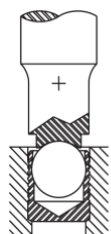

FIG. 2
Pressare la sfera nel fodero in modo che la parte superiore di essa risulti leggermente sotto il livello superiore del fodero (Vedi Fig. 2 e 3). I valori approssimativi di corsa S e X sono elencati nella tabella di seguito riportata.
- Inserire il tappo nel foro, assicurarsi che il nasello dell'utensile sia premuto contro il particolare e perpendicolare (FIG.2)
- Inserire il mandrino filettato dell'utensile nel tappo ed avvitarlo nel perno interno (FIG.2)